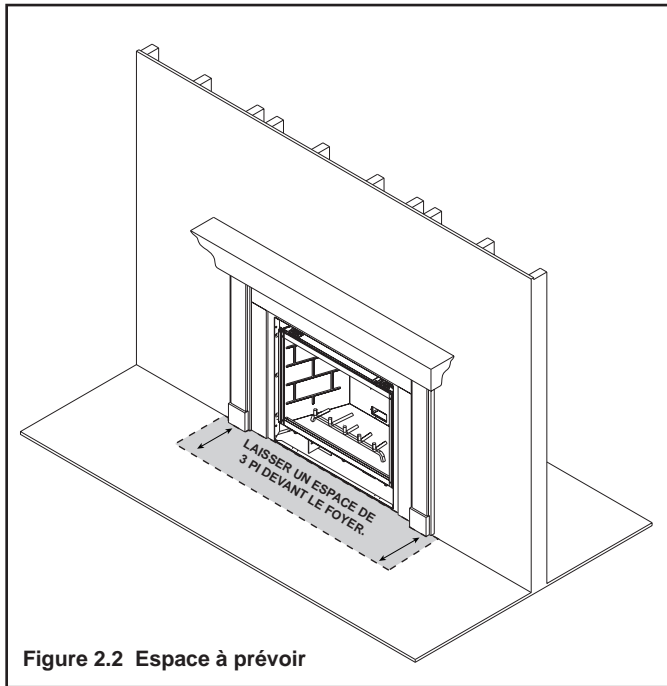

Figure 2.2 Espace à prévoir
**AVERTISSEMENT! NE PAS placer d'objets combustibles à l'avant du foyer ou obstruer les grilles d'aération.** Les températures élevées peuvent créer un incendie. Voir la Figure 2.2.